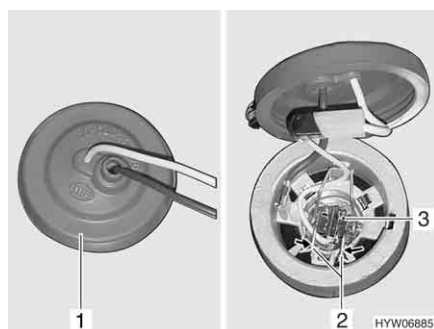

Fig. 261 Projecteur antibrouillard
- Retirer le capuchon en caoutchouc (Fig. 261,1) du boîtier de la lampe situé à l'arrière du projecteur antibrouillard.
- Basculer l'étrier métallique (Fig. 261,2) et le décrocher du support.
- Retirer l'ampoule (Fig. 261,3) et le câble du boîtier de la lampe.